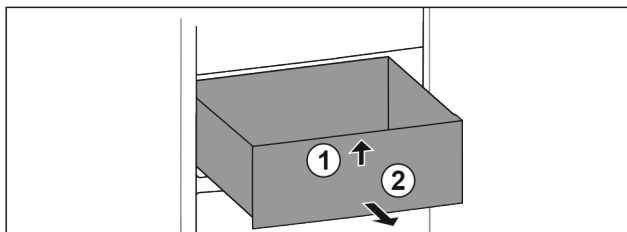

Fig. 96
- ▶ Nadzvedněte zásuvku vpředu. Fig. 96 (1)
- ▶ Vyjměte zásuvku dopředu. Fig. 96 (2)